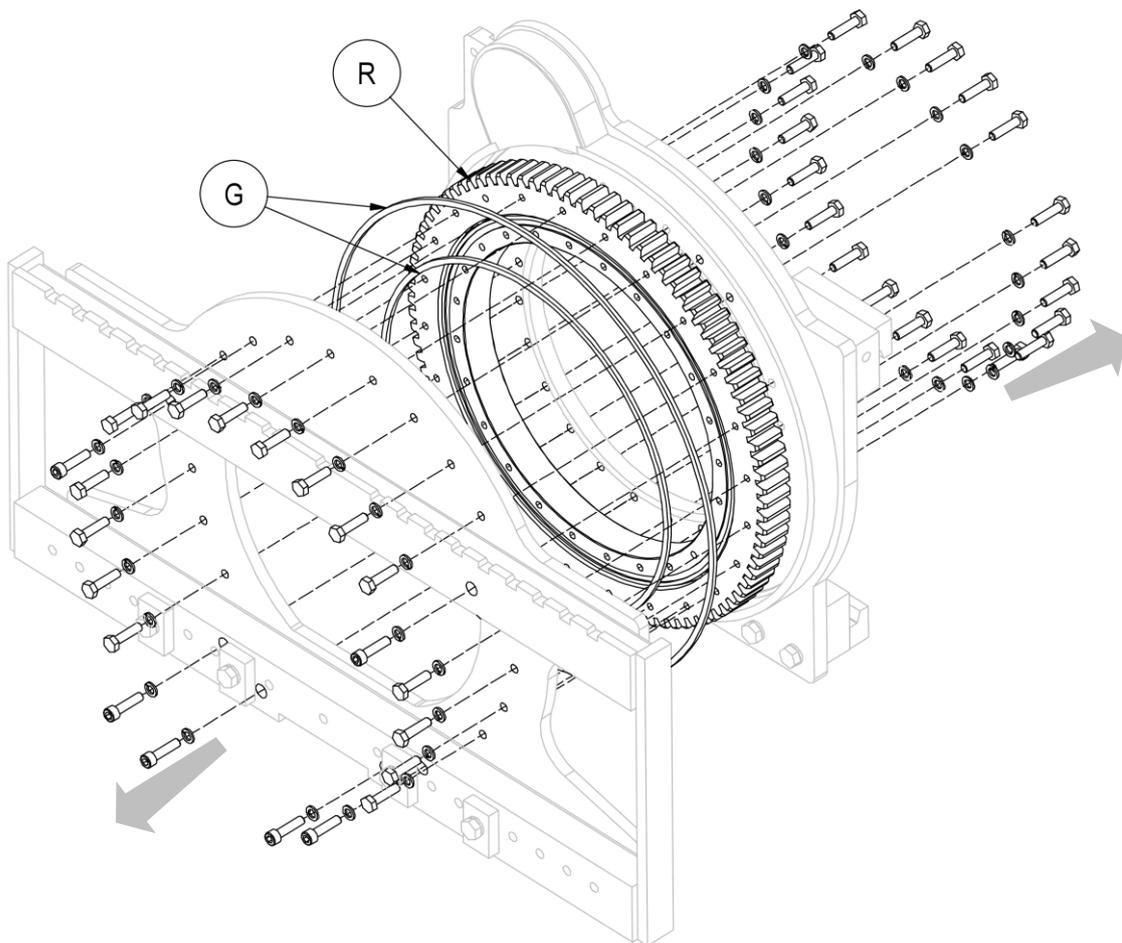

Figura 35
4. Retirar la parte frontal del cuerpo giratorio, asegurándose de apoyar adecuadamente todas las piezas para poder realizar la operación de forma segura (mira *Figura 35*).
5. Para poder retirar la ralda **R**, también es necesario quitar los tornillos de la parte trasera del equipo (mira *Figura 35*).